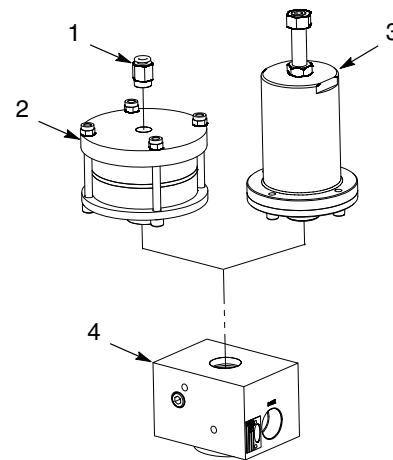

Figura 4 Sustitución del conjunto del cilindro neumático
1. Ver la figura 4. Extraer el racor (1) del conjunto del cilindro neumático (2).
2. Desenroscar el conjunto del cilindro neumático (2) del cuerpo de la pistola (4).
3. Enroscar el conjunto nuevo del cilindro neumático (2) en el cuerpo de la pistola (4) hasta que toque el fondo.
4. Aplicar compuesto para unión de tubos en las roscas del racor (1). Instalar el racor en el conjunto del cilindro neumático (2) y apretar bien.
1. Ver la figura 4. Desenroscar el conjunto del actuador con muelle (3) del cuerpo (4).
2. Enroscar el conjunto nuevo del actuador con muelle (3) en el cuerpo (4) hasta que toque el fondo.